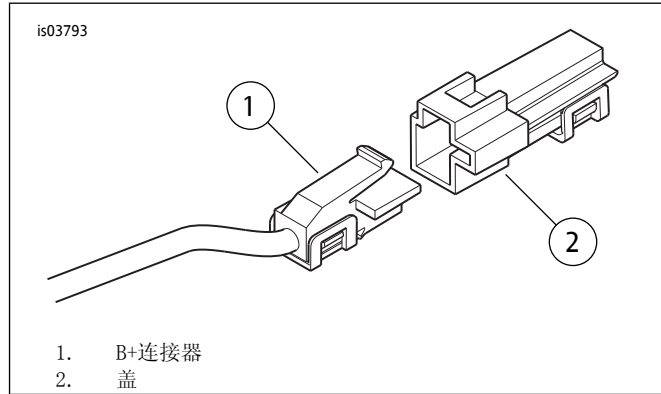

图4. B+连接器
5. 参见图4。在座椅下方找到主电气线束B+(电池正极)连接器(1)(带有未使用灰色连接器的红色导线)。从B+连接器上拆下盖(2)。将线束组件的红色电源线连接器连接至B+连接器。